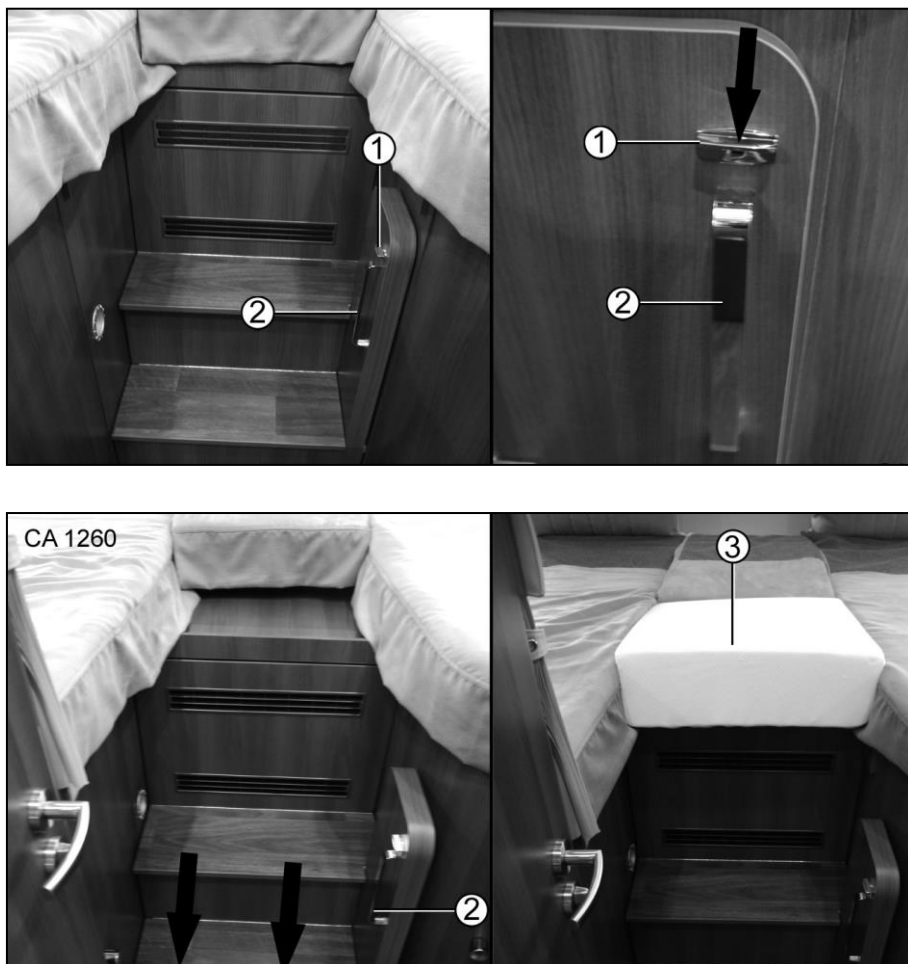

Fig. 85 Transformation du lit
1. Actionner l'interrupteur (Fig. 85/1).
2. Tirer le marche-pied avec la poignée (Fig. 85/2) en direction de la cabine jusqu'à ce qu'il encliquette.
3. Placer un coussin d'appoint (Fig. 85/3) sur la surface libre.